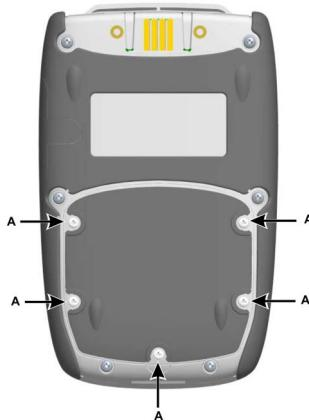

Abbildung 1: Rückansicht
- Entfernen Sie die fünf Pozidriv-Schrauben (A) (siehe Abbildung 1, Rückansicht).